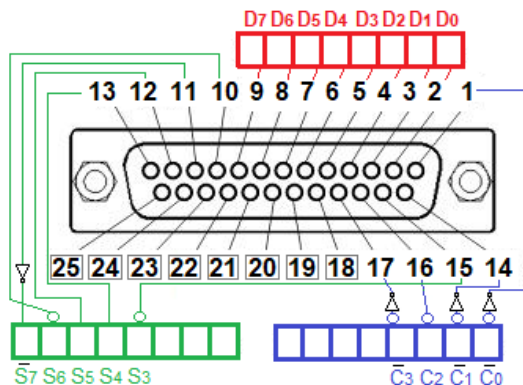

Figura 6. Corespondența pinilor cu biții din registrii portului
- în Figura 6, acest lucru e semnalat printr-un inversor,